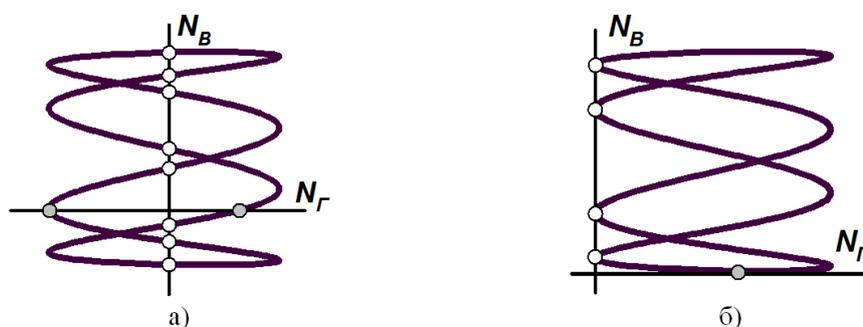

Рис. 2.5. Определение отношения частот сигналов по форме фигур Лиссажу.
При целочисленном отношении частот измеряемого сигнала и известной частоты генератора на экране осциллографа возникают неподвижные фигуры Лиссажу. По форме полученных фигур Лиссажу определяется отношение частот измеряемого сигнала и известной (эталонной) частоты генератора рис. 2.5.
Для определения отношения частот сигналов по фигуре Лиссажу используется два метода (рис. 2.5, а и б). В методе, основанном на определении числа точек пересечения (рис. 2.5, а), проводятся две взаимно-перпендикулярные линии, параллельные осям экрана осциллографа. Число точек пересечения каждой из этих линий с линиями фигуры Лиссажу должно быть максимально. Отношение частот сигналов равно
В методе, основанном на определении числа точек касания (рис. 2.5, б), проводятся две взаимно-перпендикулярные линии, параллельные осям экрана осциллографа и касающиеся фигуры Лиссажу. Отношение частот сигналов также определяется по формуле (2.1), но значения N_G , N_B равны соответственно числу точек касания с фигурой Лиссажу горизонтальной и вертикальной линий.
10. По индикатору «ЧАСТОТА» (блок $A1$) определить частоту генератора. По форме фигуры Лиссажу – отношение измеряемой частоты к частоте генератора (рис. 2.5). По формуле (2.1) вычислить измеряемую частоту.